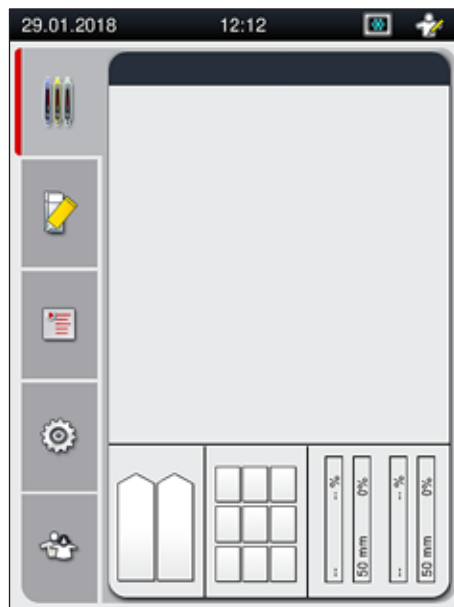

图 12
7. 完成启动过程后,画面中将显示主菜单 (→ 图 12)。